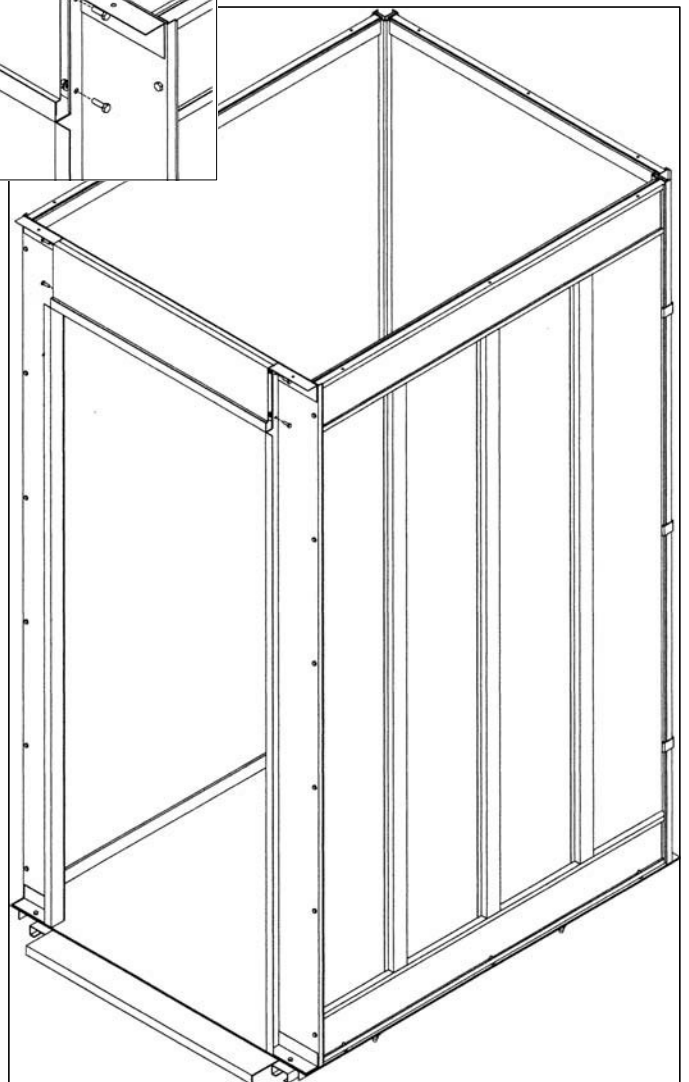

fig.11
- Posizionare il sovrapporta tra le spallette frontali ed avvitarlo come mostrato nelle fig.11,12,13.